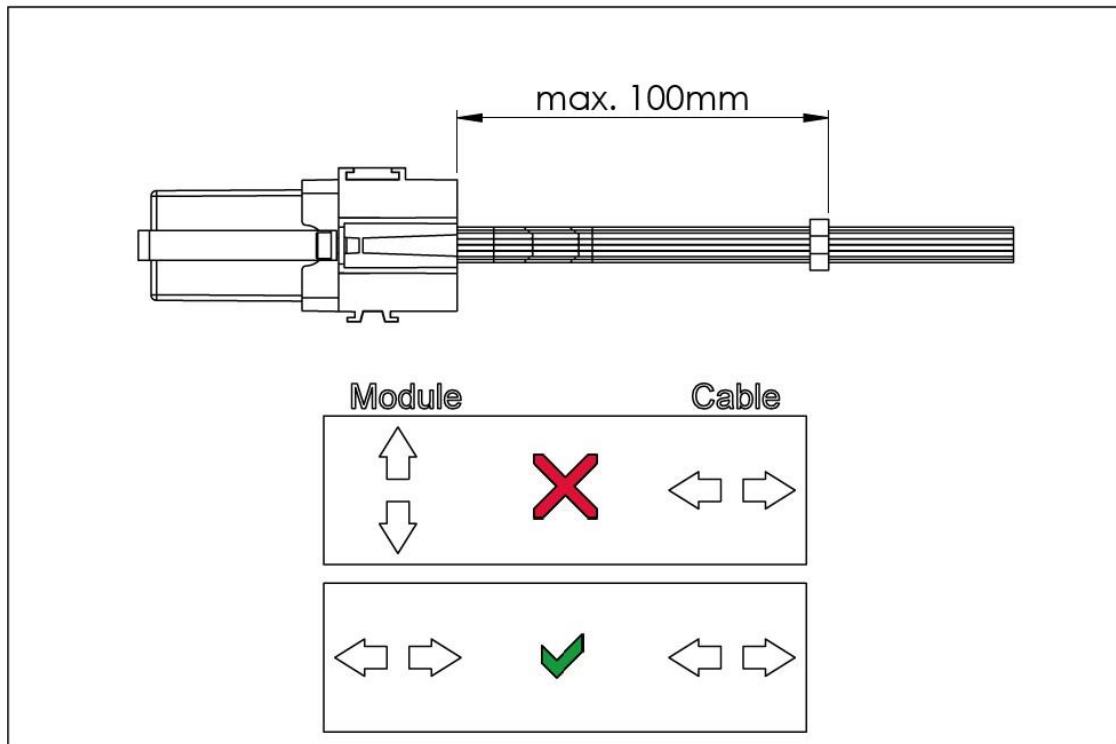

Abbildung 1: Zugentlastung des Kabelbaums (exemplarisch). 100 mm (max.) müssen eingehalten werden, Steuergerät kann variieren.
- Die Kabelführung muss so gewählt werden, dass sich der Kabelbaum ausschließlich identisch zur Bewegungsrichtung der Steuerung/des Steckers bewegt. (Befestigung Steuerung/Kabel/Zugentlastung auf dem demselben Untergrund). Eine Zugentlastung ist zwingend notwendig (siehe Abbildung 1).